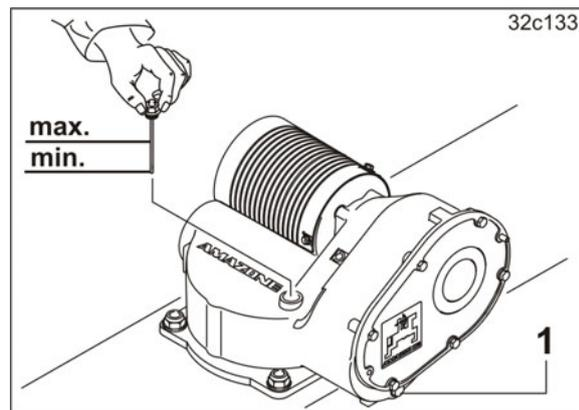

Fig. 179
2. Die Ölablassschraube (Fig. 179/1) heraus-schrauben.